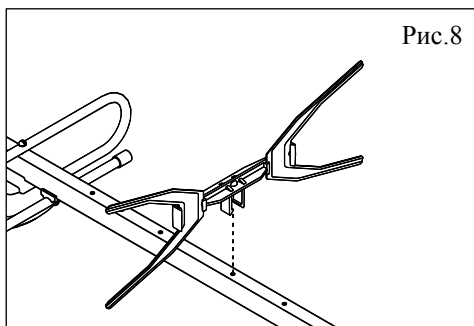

Рис.8
5.10. Установить все 22 собранных узла на верхней стороне штанги (рис.8).